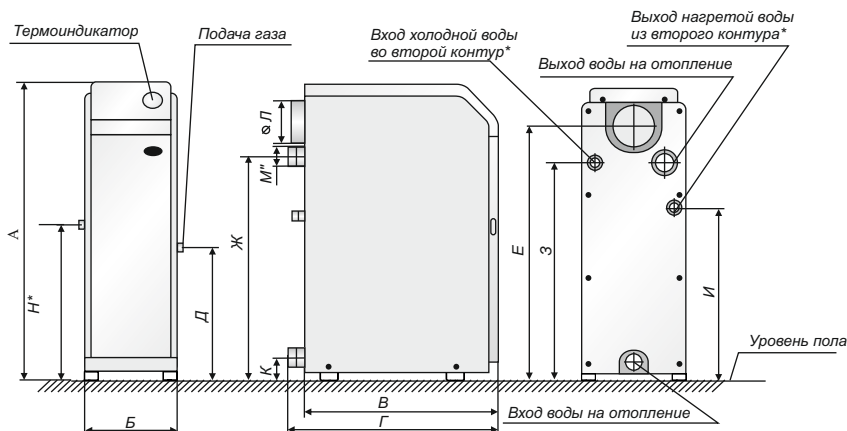
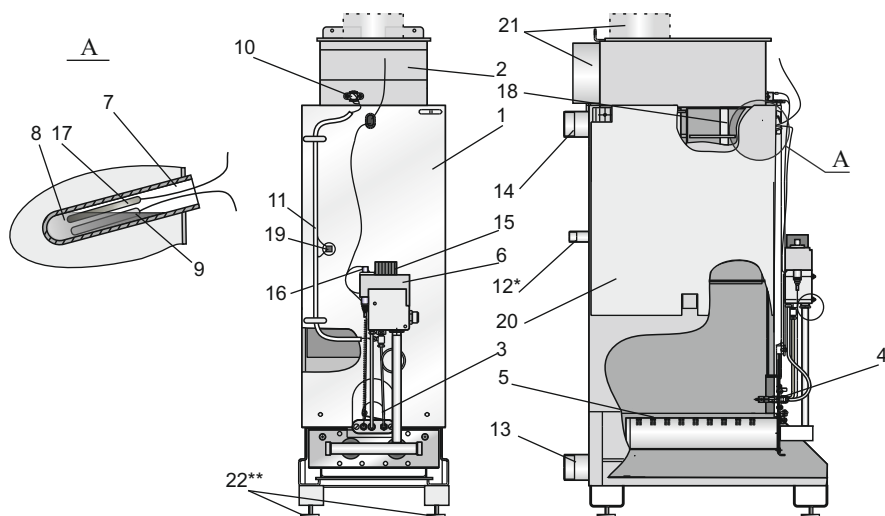

Рис. 1. Общий вид котла "Житомир-3"
Рис. 2. Схема конструкции котла "Житомир-3"
5.1. Котёл, рис.1 выполнен в виде напольного шкафа прямоугольной формы, лицевая сторона которого закрыта дверкой, обеспечивающей доступ для запуска котла и управления его работой.
Котёл состоит из следующих основных частей: корпуса котла поз. 1 рис.2, который состоит из толки и теплообменника. В теплообменнике котла установлены турбулизаторы поз. 18 для наиболее полного отбора тепла при сжигании природного газа и передачи его теплоносителю; газохода поз. 2; горелок: основной поз.5 и запальной поз.4; автоматики безопасности с газовым клапаном поз.6; патрубков подвода поз.13 и отвода теплоносителя поз.14. В котлах с встроенным водонагревателем предусмотрены присоединительные патрубки поз.12. На лицевой части корпуса котла расположено смотровое окно поз.3 для контроля за розжигом и работой котла. В стаканчик поз.7 установлен баллон термоиндикатора поз.17 и термобаллон поз.9 газового клапана, служащий для управления его работой. Термостат (датчик тяги) поз.10 служит для обеспечения его безопасной работы. Для наиболее полного отбора тепла снаружи корпус котла покрыт теплоизоляцией и декоративным стальным кожухом, покрытым порошковой эмалью. В верхней части кожуха котла установлен термоиндикатор для контроля температуры воды в котле, рис. 1.
Рис. 2а. Схема конструкции котла "Житомир-3" модели КС-Г-080СН, КС-ГВ-080СН
6.8. При установке котла в систему отопления с открытым расширительным сосудом установка датчика перегрева (п. 19, рис. 2) не требуется, при условии, что отказ термостата управления не вызывает опасную ситуацию для пользователя или повреждение котла (ГОСТ Р 51733-2001).